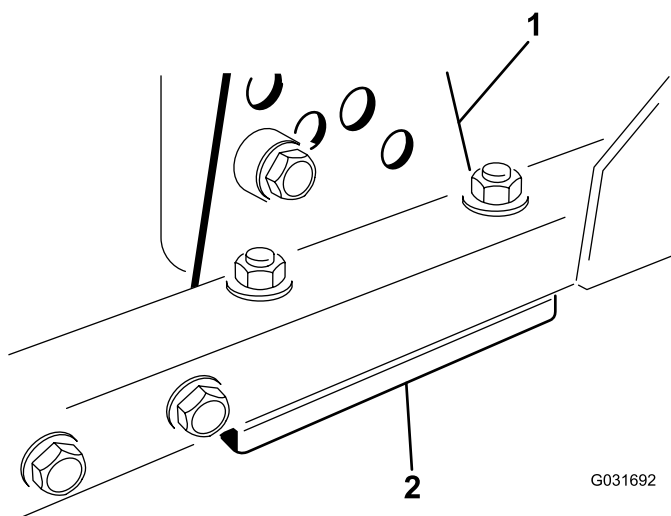

Figura 64
1. Retire o suporte da altura de corte, (frente, esquerda ou direita) da estrutura da plataforma (Figura 64).
2. Ajuste os calços de 1,5 mm e/ou de 0,7 mm entre a estrutura da plataforma e o suporte para obter a definição de altura pretendida (Figura 64).